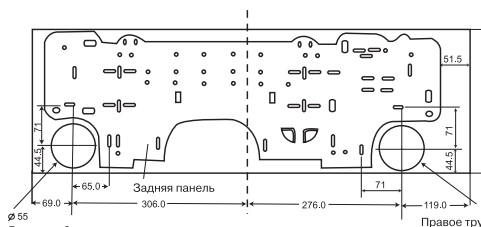

Рис. 1
3. Убедитесь в том, что задняя панель способна выдержать вес взрослого человека (60 кг), а также в том, что вес равномерно распределен на каждый винт. (Рис. 1).
1. Прodelайте трубное отверстие ($\varnothing 50$) в стене с небольшим наклоном вниз в направлении внешней стороны. Центр отверстия должен определяться в соответствии с рис. 1.